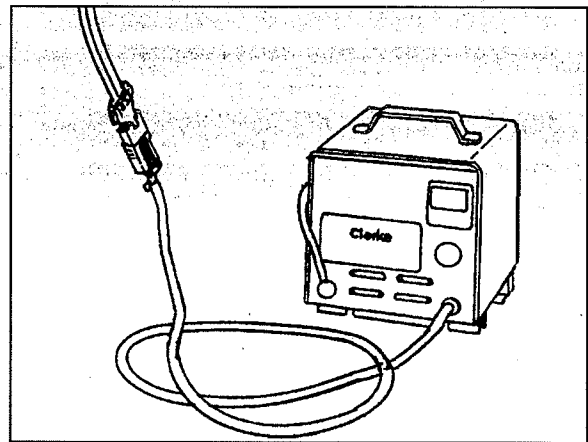

Figura 8A
5. Conecte el empalmador CC del cargador con el empalmador del conjunto de baterías. Véase figura 8A.